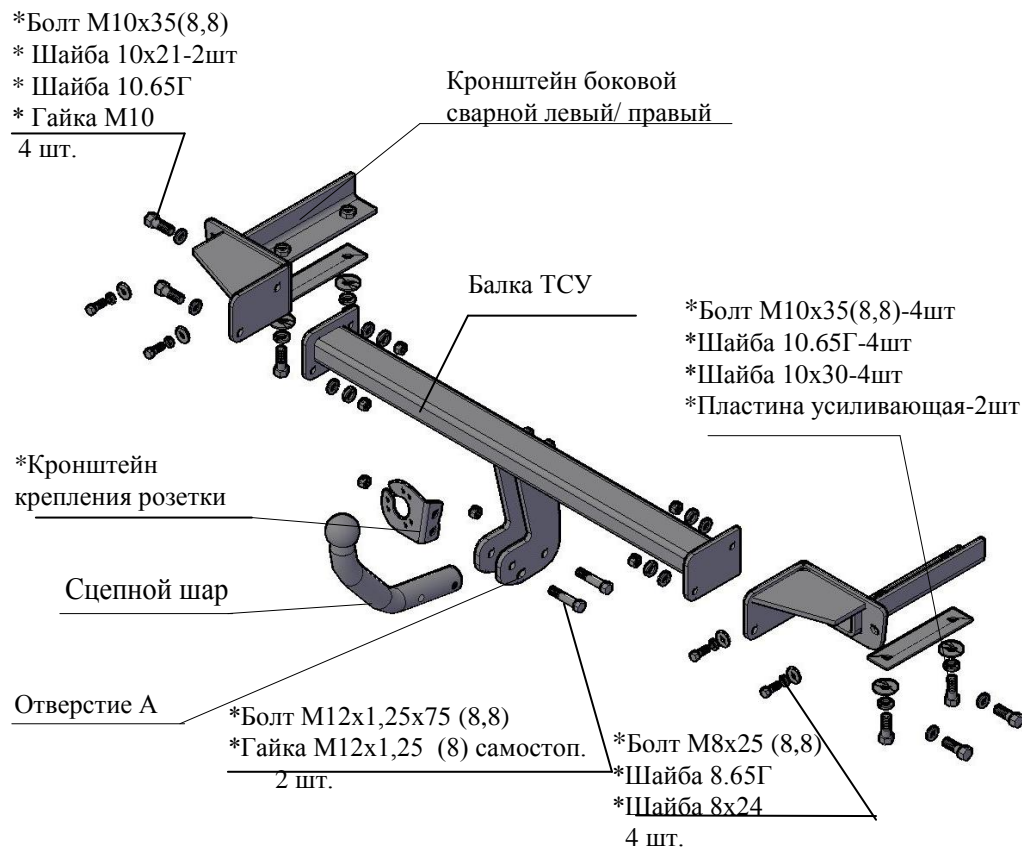

Рис.1 Тягово-сцепное устройство ТСУ 2180.
2.1 ТСУ 2180 в сборе (рис.1)	1 шт.
2.2 Пакет с комплектующими (см. рис.1)	1 шт.
4.3 Вставить левый и правый боковые сварные кронштейны (соответственно рис.1) внутрь лонжеронов, закрепить к нижним полкам лонжеронов а/м болтами М10х35, под головки болтов подложить шайбы 10.65.Г, шайбы 10х30 и пластины усиливающие (см.рис.1). Крепеж не затягивать.